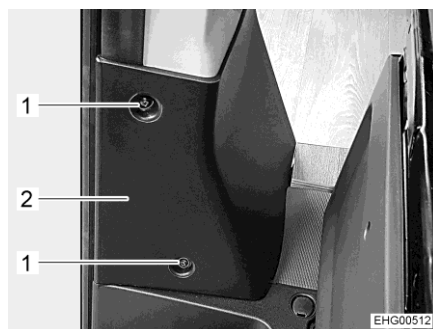
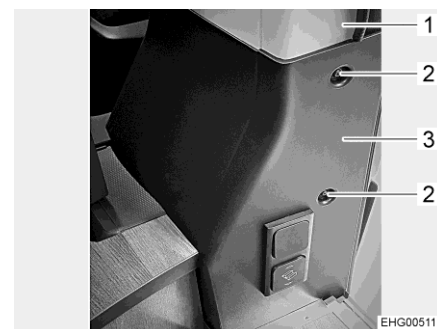

Fig. 75 Cache (vu de la porte de la cabine de conduite)
Fig. 76 Cache (vu de la porte coulissante)
- Dévisser 2 vis (Fig. 75,1) et 2 vis (Fig. 76,2) et retirer le cache (Fig. 75,2 et Fig. 76,3) du montant B (Fig. 76,1).